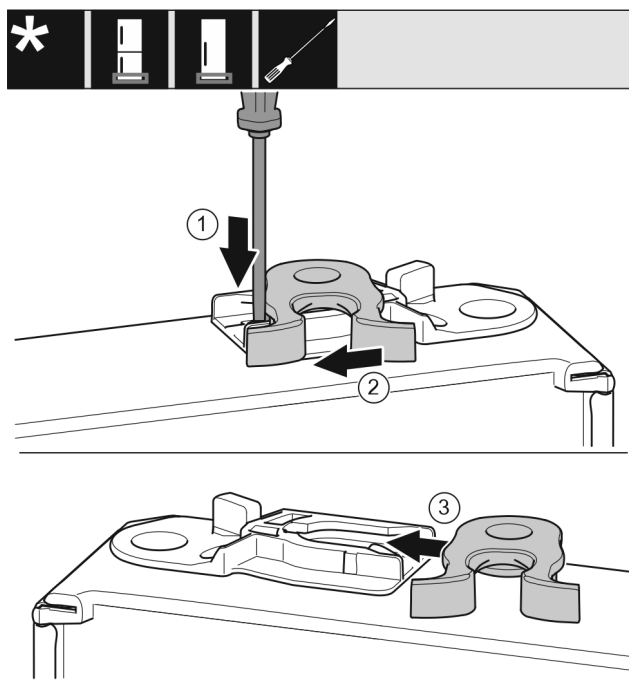

Fig. 21
- Pousser la languette Fig. 21 (1) vers le bas avec un tournevis plat.
- Retirer la gâche Fig. 21 (2) du guide.
- Pousser la gâche Fig. 21 (3) de l'autre côté dans le guide.